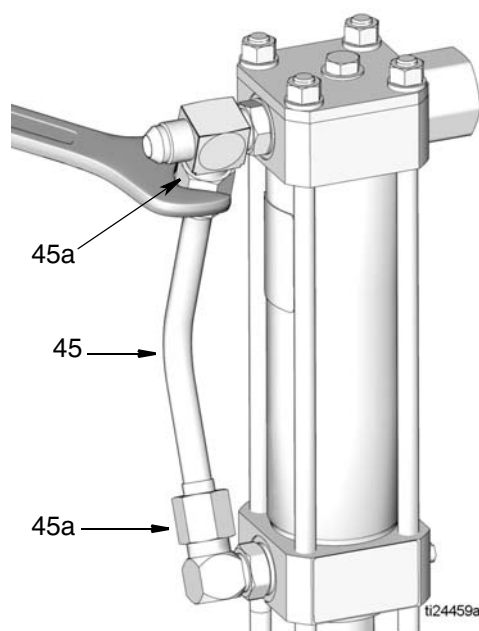

Рис. 9
6. Ослабьте гайки (45a) с обоих концов жидкостной трубки (45) (Рис. 9).